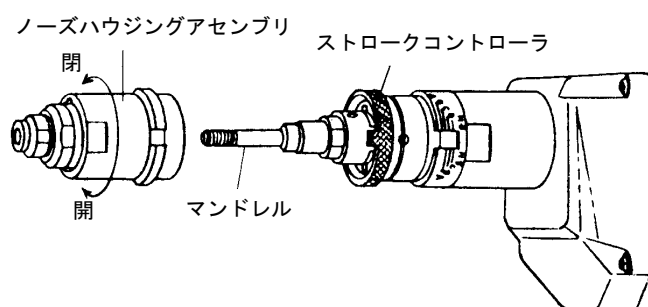

図6-1
(1) マンドレルの交換
- ① ストロークコントローラを指で押し込みながら（凸凹を外す）、ノーズハウジングアセンブリを右に回して外してください。（図6-1）